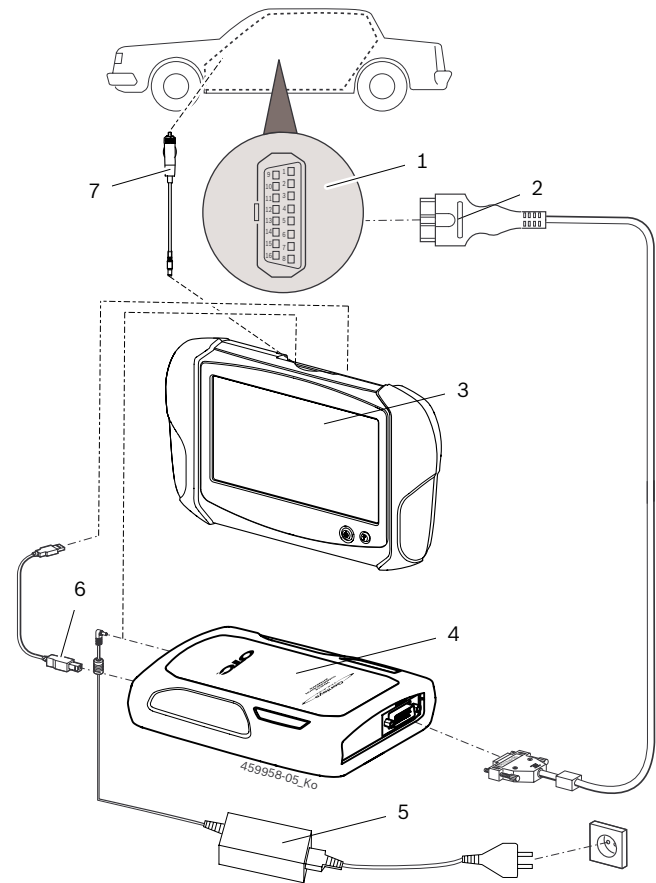

Fig. 6: Esquema de conexiones del D650
La conexión a la interfaz de diagnóstico del vehículo se realiza a través del cable de diagnóstico OBD (fig. 6, pos.2).